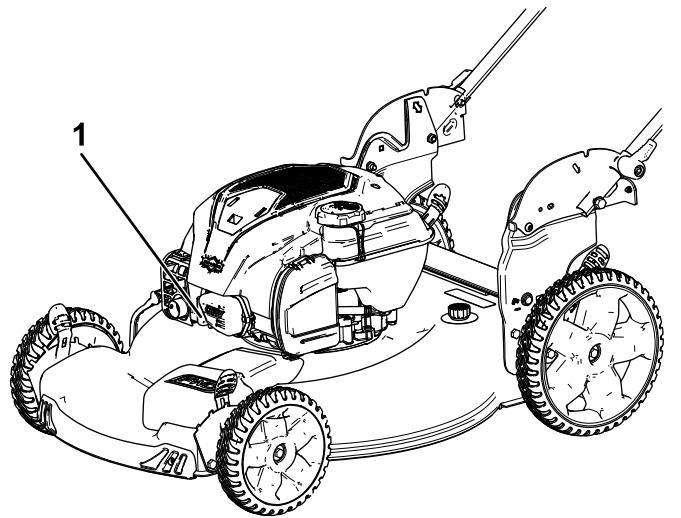

Figure 22
- Débranchez le fil de la bougie (Figure 22).